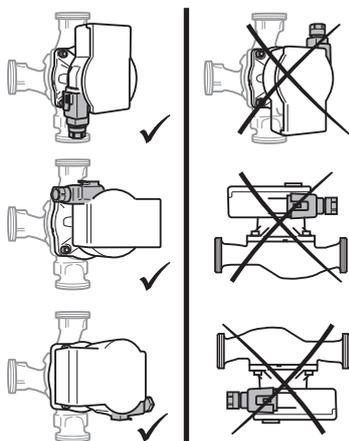

Fig. 2: Монтажные положения
- Место установки выбирать с учетом допустимого монтажного положения (Fig. 2).
- Учитывать допустимое монтажное положение (Fig. 2) насоса, при необходимости повернуть головку электродвигателя (2+6).
- Удерживать головку электродвигателя (2+6) и выкрутить 4 винта корпуса (5). **ВНИМАНИЕ! Повреждение внутреннего уплотнения ведет к негерметичности.**
- Учитывать допустимое монтажное положение (Fig. 2) и стрелку на корпусе насоса (1), которая показывает направление потока.
- Затянуть 4 винта корпуса (5).